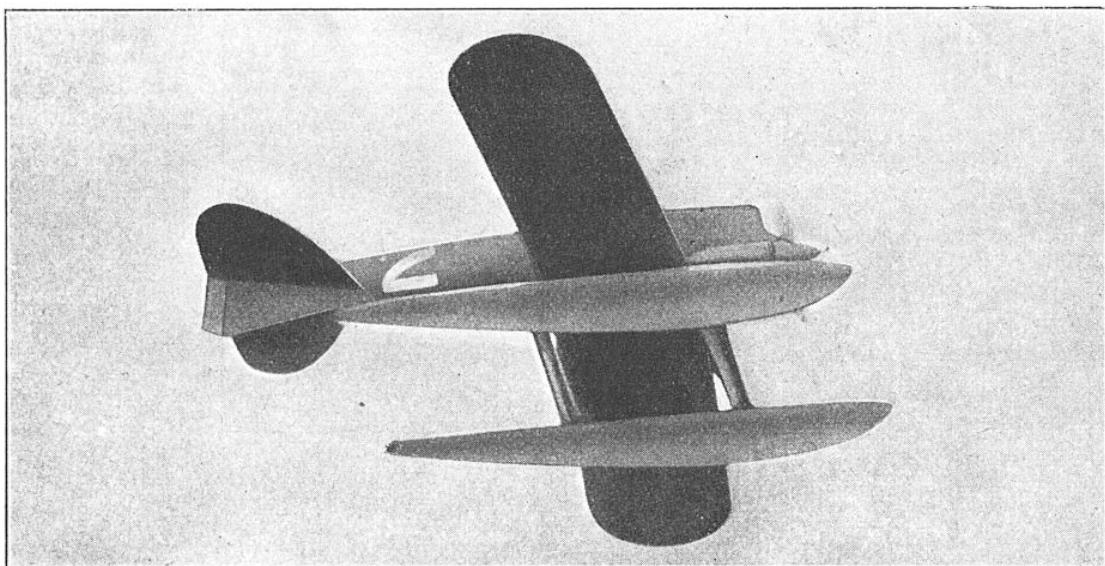
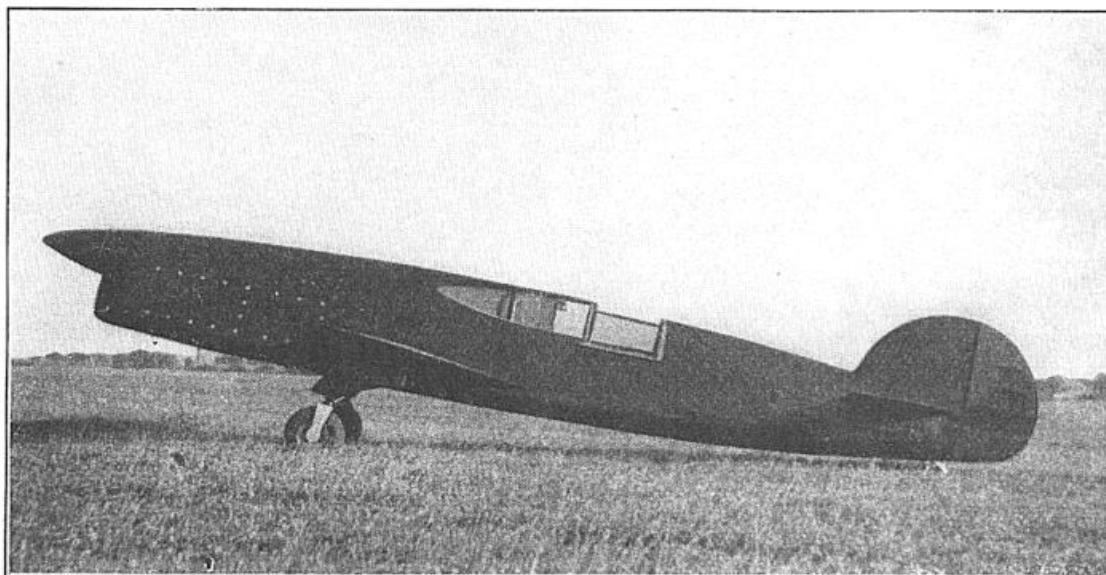

FIG. 5. — A 709,209 KM/H EN HYDRAVION. L'APPAREIL DE L'ITALIEN AGELLO
FIG. 6. — LE « CAUDRON » DE LA COUPE DEUTSCH (443,965 KM/H AVEC 8 L DE CYLINDRÉE)
L'avion est encore loin d'égaler la performance de l'hydravion. Il offre cependant une moins grande résistance à l'avancement, grâce notamment au train d'atterrissement escamotable. La comparaison de l'appareil italien (fig. 5) et de celui qui détient le record de la Coupe Deutsch de la Meurthe (fig. 6) est, à cet égard, démonstrative. Mais, d'une part, faute d'une compétition pour avions analogue à la Coupe Schneider pour hydravions, les Etats n'ont pas engagé les sommes nécessaires à la réalisation d'appareils terrestres ultra-rapides, et, d'autre part, le danger de la prise de contact avec le sol aux grandes vitesses est supérieur à l'américain (aucun terrain ne peut se comparer aux plans d'eau du Lido de Venise ou du lac de Garde). C'est la Coupe Deutsch qui, depuis 1933, a permis d'enregistrer les progrès les plus notables : avec le maximum de 8 litres autorisé pour la cylindrée, les 2 000 km du parcours imposé furent franchis, la première année, à 322 km/h ; en 1934, 388,977 km/h ; en 1935, 443,965 km/h. De 165 ch en 1933, le moteur atteignait 390 ch, toujours avec 8 litres. La Coupe Deutsch a mis, en outre, en valeur les améliorations apportées par l'hélice à pas variable — qui permet un décollage (1) plus rapide — la finesse (2) des cellules, les volets d'intrados destinés à réduire la vitesse d'atterrissement (sécurité).